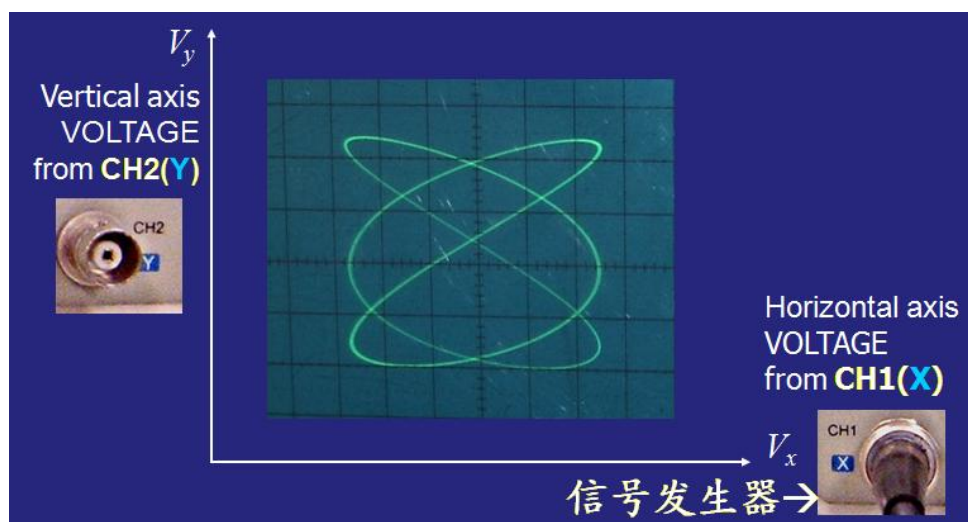

图 4 李萨如图
5、X—Y 模式 当示波器由 Y—t 模式切换为 X—Y 模式时，扫描信号被切断，此时，通道 1 (CH1(X)) 被连接到 X 偏转板，通道 2 (CH2(Y)) 还是被连接到 Y 偏转板。在这种模式下，电子束同时受到连接 X、Y 偏转板的输入电压形成的电场力的作用，如果此两路电压均为正弦波信号，且周期或频率的比值为有理数 (整数的比)，则我们会在荧光屏上看到闭合稳定的漂亮图案，这便是相互垂直谐振动合成的轨迹——**李萨如图**，如图 4 所示。
将信号发生器输出的已知正弦电压信号接入到示波器的 CH1(X)通道，被测未知正弦电压信号接入 CH2(Y)通道，同时将示波器工作模式切换到 X—Y 模式，调节已知信号频率使两正弦电压的周期或频率成简单整数比时，合成轨迹为一**稳定的闭合图案——李萨如图形**，如图 4 所示。分别对图形作一根水平和垂直切线，并设水平切线与图形的切点数为 N_x 、垂直切线与图形的切点数为 N_y ，那么，在 X、Y 方向的电压信号频率 f_x 、 f_y 与 N_x 、 N_y 有如下确定关系，